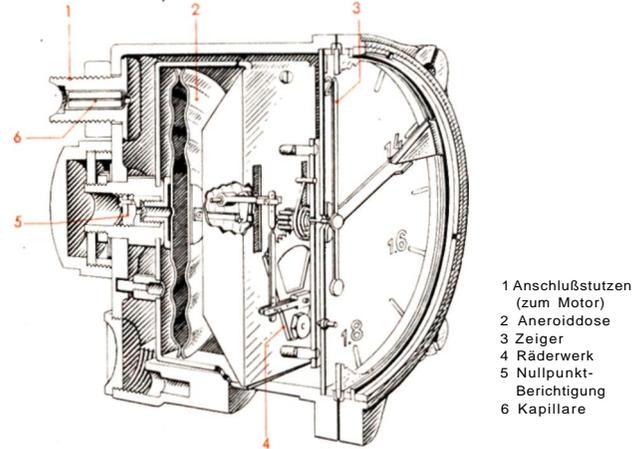

Abb. 4 Ladedruckmesser
Der Ladedruckmesser (Abb. 4) besteht aus einem druckfesten Leichtmetallgehäuse, in dem sich eine Aneroiddose (2) mit Temperaturengleich durch Bimetall befindet. Durch den in das Gehäuse geführten Druck wird diese Dose zusammengedrückt. Die Dosenbewegung wird über ein Räderwerk (4) auf den Zeiger (3) übertragen. Der Ladedruck kann dann auf dem in ata geteilten Zifferblatt unmittelbar abgelesen werden.